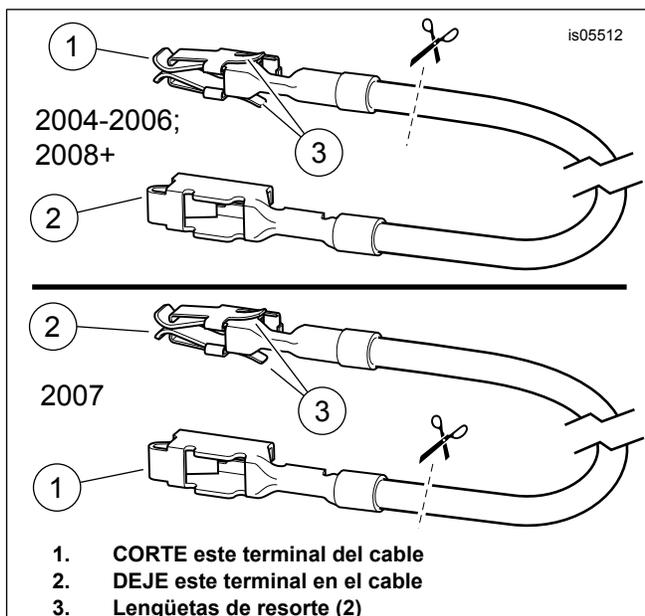

Figura 9. Cable adaptador del bloque de fusibles (Touring FL)
2. Obtenga del kit el cable adaptador del bloque de fusibles naranja/blanco (11). **Para los modelos de 2004 a 2006:** Observe el terminal en cada extremo (vea Figura 9, **vista superior**). Solamente el terminal **SIN las lengüetas de resorte** encajará dentro de la cavidad de fusibles. Cuidadosamente corte el terminal **CON** lengüetas de resorte del cable y deséchelo. **Para los modelos de 2007:** Observe el terminal en cada extremo (vea Figura 9, **vista inferior**). Solamente el terminal **CON las lengüetas de resorte** encajará dentro de la cavidad de fusibles. Cuidadosamente corte el terminal **SIN** lengüetas de resorte del cable y deséchelo.